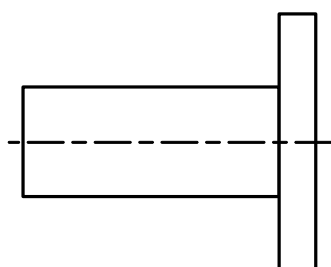

Рис.2
- а) приварить фланцы к прямолинейным отрезкам трубы (к трубопроводу) таким образом, чтобы ось прямолинейного отрезка (трубопровода) была перпендикулярна плоскости фланца, прилегающей к ППР (рис.2);